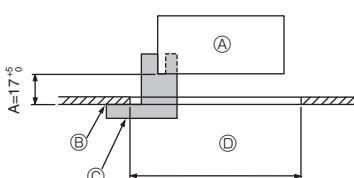
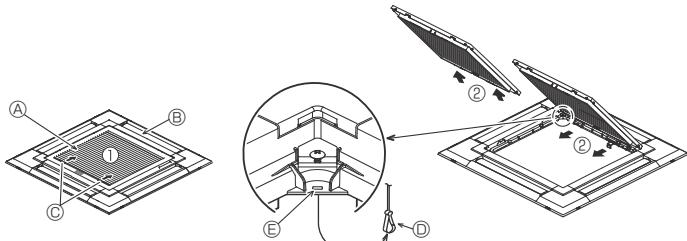
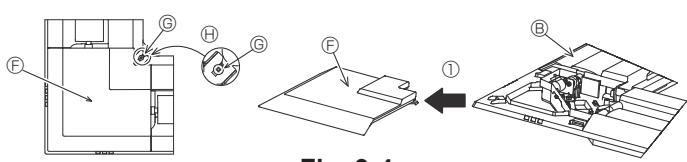

Fig. 9-2
Fig. 9-3
Fig. 9-4
①	Решетка	1	950 × 950 (мм)
②	Монтажный калибр	1	(Поделен на 4 части)
③	Винт (4 × 16)	1	для PLP-6EAЕ, PLP-6EALE, PLP-6EALME
④	Угловая панель i-see sensor	1	для PLP-6EAЕ, PLP-6EALE, PLP-6EALME
⑤	Беспроводной пульт дистанционного управления	1	для PLP-6EALM, PLP-6EALME
⑥	Держатель пульта дистанционного управления	1	Входит в комплект при наличии беспроводного пульта дистанционного управления.
⑦	Батарейки LR6 AA	2	Входит в комплект при наличии беспроводного пульта дистанционного управления.
⑧	Шурупы-саморезы 3,5 × 16	2	Входит в комплект при наличии беспроводного пульта дистанционного управления.
9.2. Подготовка к установке вентиляционной решетки (Fig. 9-2)
- С помощью поставляемого в данном комплекте калибра ② отрегулируйте и проверьте размещение главного прибора относительно поверхности потолка. Если положение главного прибора относительно поверхности потолка неправильное, то результатом могут явиться утечки воздуха или образование конденсата.
- Ⓒ Монтажный калибр ② (вставлен в главный прибор)
9.2.1. Удаление воздухозаборной решетки (Fig. 9-3)
- Сдвиньте рычаги в направлении, обозначенном стрелкой ①, чтобы открыть воздухозаборную решетку.
- Пока воздухозаборная решетка находится в "открытом" положении, удалите стержень воздухозаборной решетки с вентиляционной решетки в направлении стрелки ②.
9.2.2. Удаление угловой панели (Fig. 9-4)
- Ослабьте 4 винта на углу. Сдвиньте угловую панель в направлении стрелки ①, показанной на рисунке, и снимите ее.
[Fig. 9-3] [Fig. 9-4]